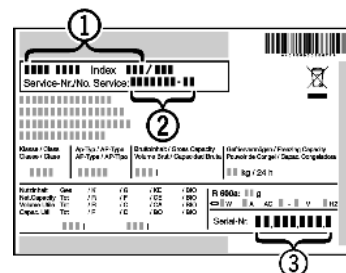

Fig. 21
- ▶ Apparaataanduiding Fig. 21 (1), servicenummer Fig. 21 (2) en serienummer Fig. 21 (3) van het typeplaatje aflezen. Het typeplaatje bevindt zich aan de binnenkant van het apparaat.